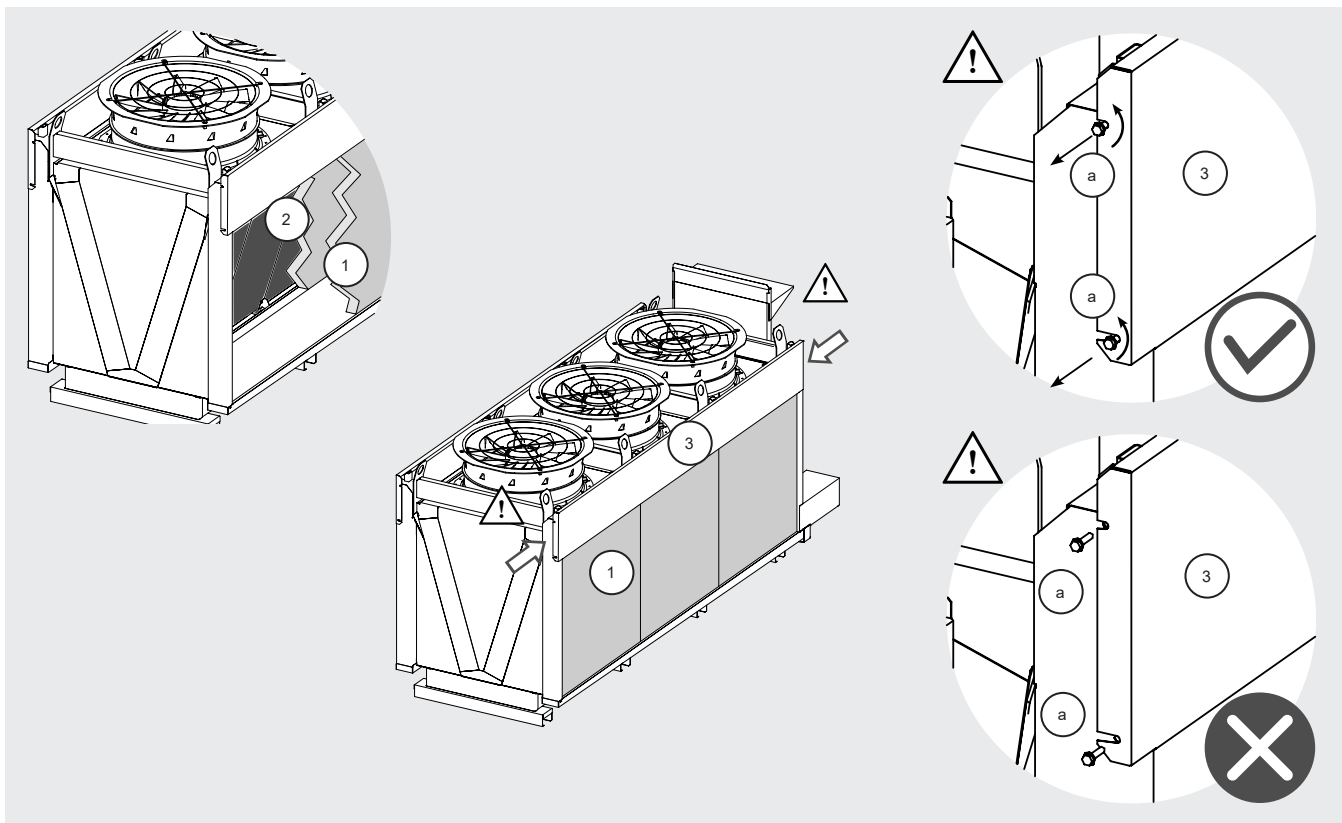

Abbildung 17
- 12.9.2 Zum Reinigen oder Austauschen der Verkleidungen entfernen Sie zuerst die äußeren Verkleidungen (1) und dann die inneren Verkleidungen (2). Siehe Abbildung 17.
- 12.10.4 Lösen Sie die Schrauben, mit denen der Abdeckung (3) des Düsenfachs befestigt ist, wie in Abbildung 17 dargestellt. Öffnen Sie die Abdeckung (3) des Düsenfachs wie in 12.9.4 dargestellt.